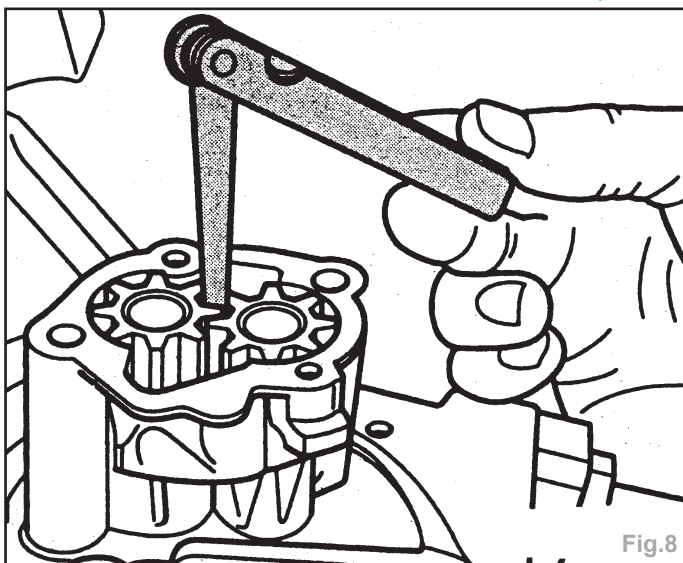

Fig.8
- Contrôle du jeu d'entre-dents des pignons (Fig.8) :